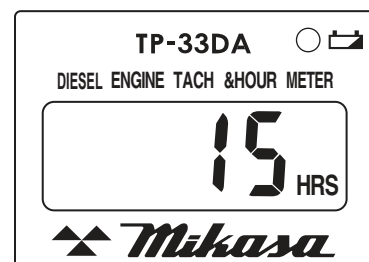

Figure 15. Compteur d'heures (heures cumulatives)
4. Quand le moteur est arrêté, le compteur d'heures affiche toujours le nombre d'heures cumulatif. (Figure 15).